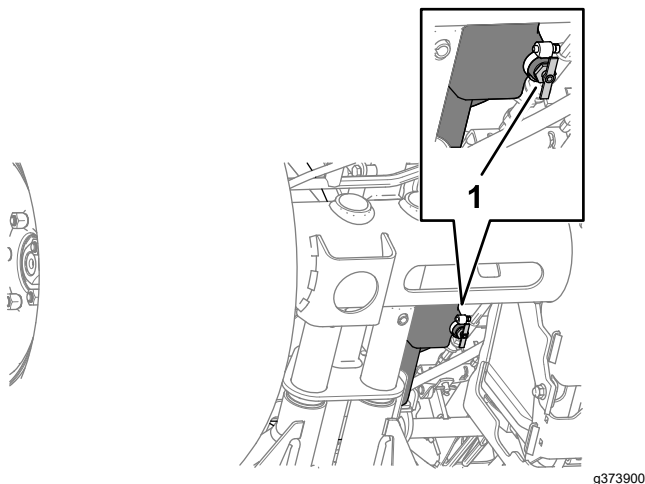

Рисунок 87
2. Поместите сливной поддон под сливной клапан топливного бака (Рисунок 87).